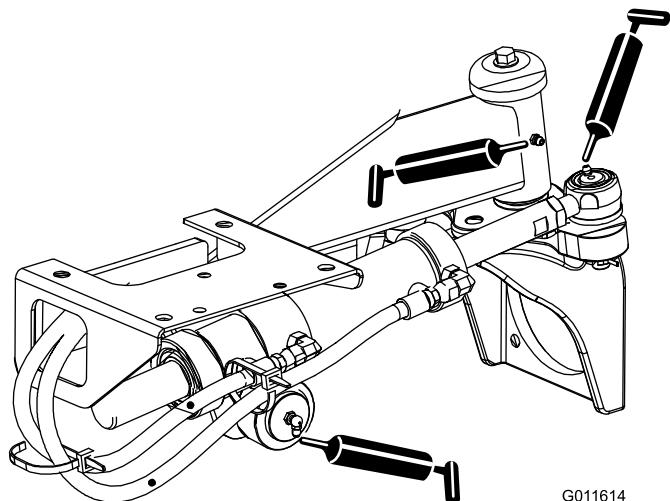

図 35
- ステアリングシリンダのボールジョイント2ヶ所と後アクスル1ヶ所図35